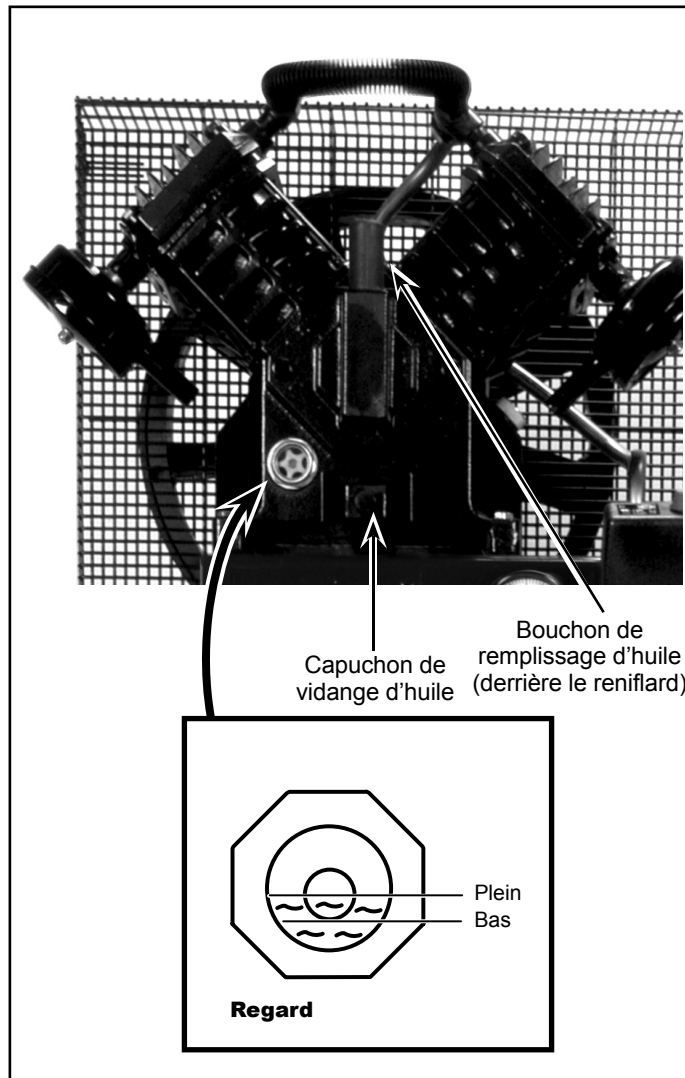

Figure 6 - Graissage
**⚠ ATTENTION** *CE MODÈLE NE CONTIENT PAS D'HUILE. Avant d'utiliser le compresseur. Remplir au centre de la jauge visuelle (voir la figure 6).*
Remplir la pompe d'huile au centre de la jauge visuelle en utilisant l'ouverture de remplissage d'huile (voir la figure 6). **NE PAS remplir la pompe jusqu'à l'ouverture du bouchon de reniflard, car ceci pourrait mener à une fuite d'huile et une pulvérisation vers l'extérieur durant l'utilisation.**